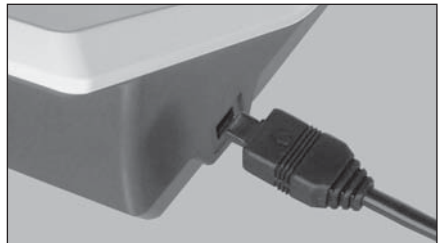

Fig. 1
- 1) Posizionare la spina del trasformatore in modo che il simbolo ➔ sia sul lato inferiore, quindi inserirla nella presa del trasformatore sul lato dell'unità di controllo. (Fig. 1).